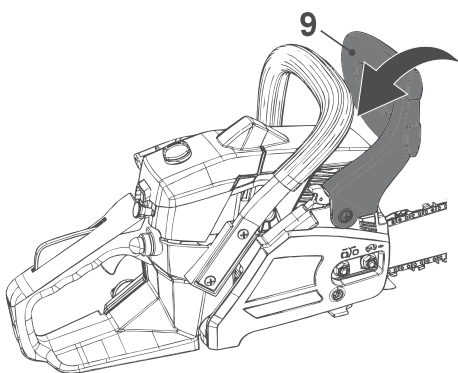

Fig. 22, Freno de cadena desactivado
**Freno de cadena desactivado:** cuando la palanca del freno de cadena (9) está en la posición de desactivación, el producto puede usarse y la cadena funciona con normalidad (Fig. 22).
No acelere el motor durante más de 10 segundos con el freno de cadena en la posición de activación (Fig. 22), ya que el sistema del freno de cadena puede dañar la máquina.